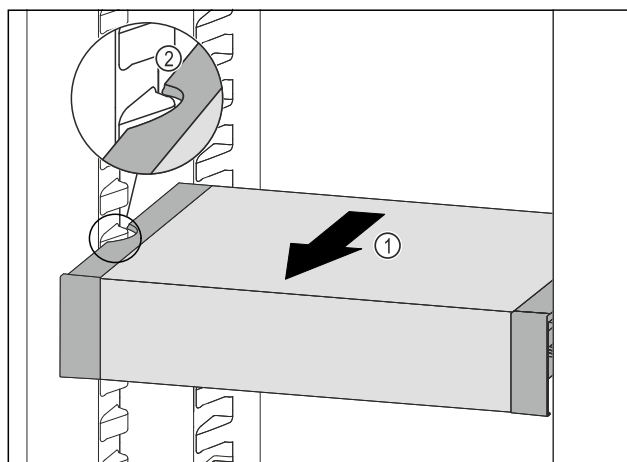

Fig. 78
- ▶ Trageți în față VarioSafe Fig. 78 (1), până când degajările laterale ale VarioSafe se află la înălțimea nervurii recipientului din frigider. Fig. 78 (2)